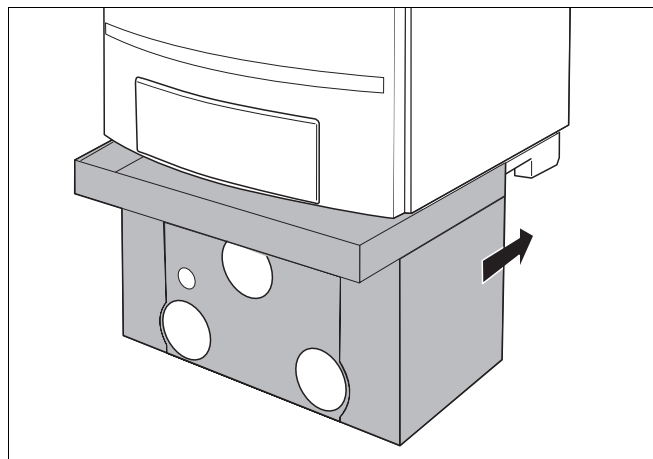

Fig. 21 Montering af dækkappe
- Sæt dækkappen med den øverste ombukning ind i noten på den nederste vange (fig. 21).